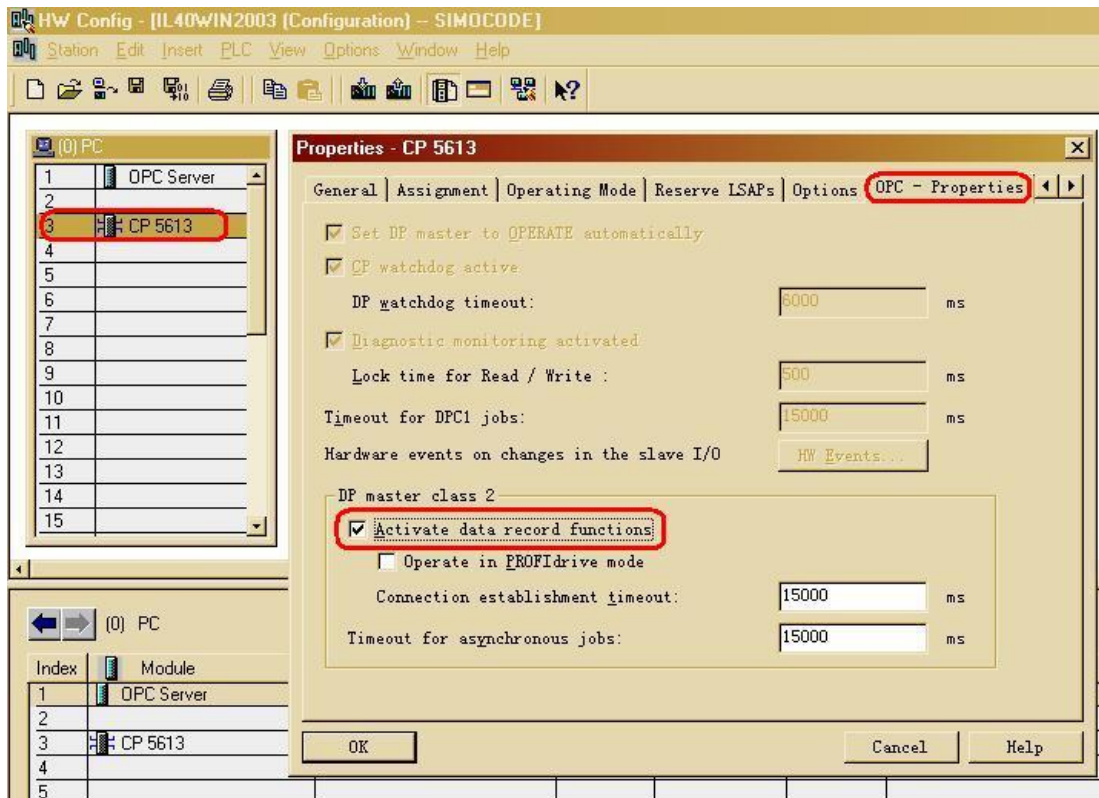

图 20
(C) 在 OPC-Properties 中选择 DP Master class 2 下的 Active data record function，如图 20 所示。